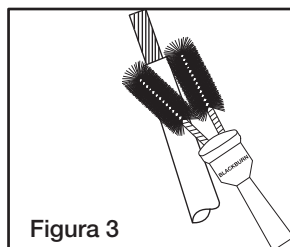

Figura 3
3. Cepilla el lado del conductor a ser insertado en el conector con un cepillo de alambre (Como referencia el # de catalogo de T&B es WWB1) (Figura 3).